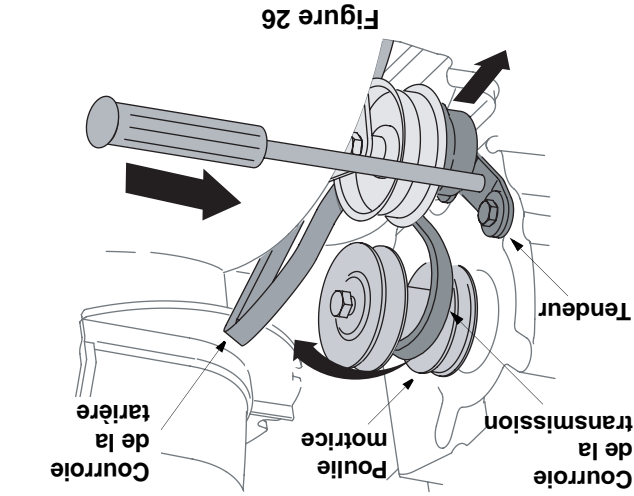

Figure 26
- Poussez la pouille de tension loin de la goulotte et enfoncez un tournevis à tête Phillips dans le trou sur la tendeur, comme à la Figure 26. Ceci éliminera la tension sur la courroie de la transmission.
- Dégagez la courroie de la transmission et éloignez-la de la pouille motrice pour la retirer. Voir la Figure 26.